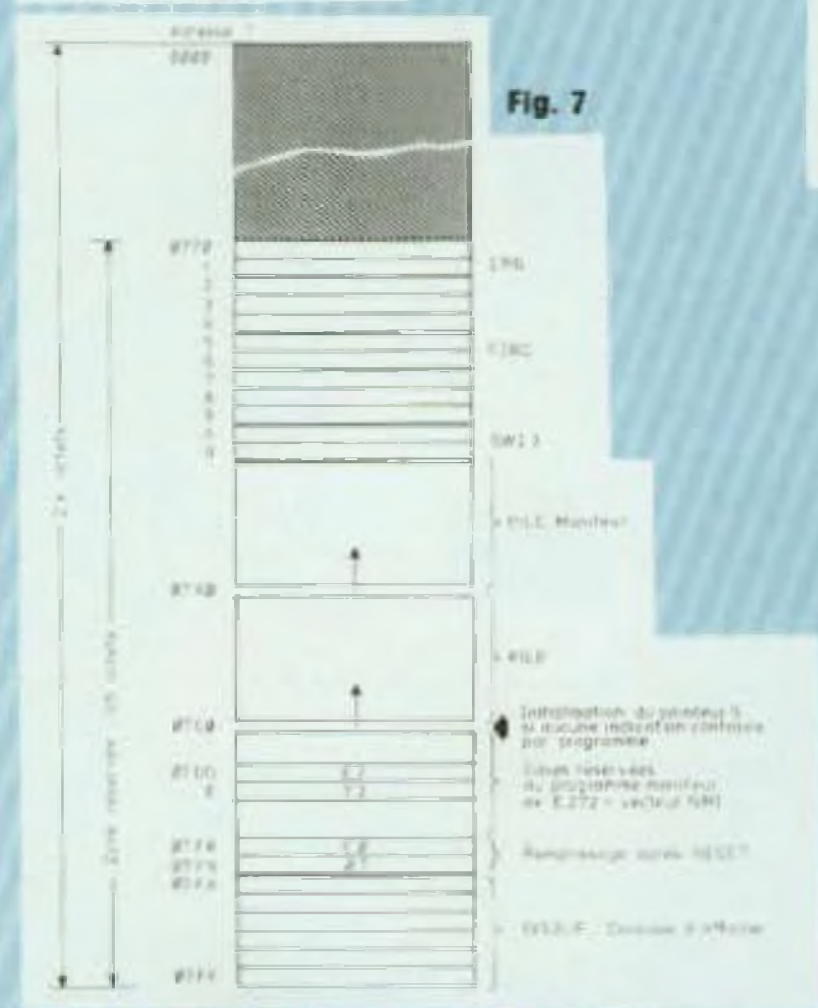

Fig. 7
- Fig. 7 : Plan-mémoire RAM.
La position de cette zone réservée dans la RAM et la répartition des paramètres sont représentées en figure 7. On y remarque que cette zone n'est d'ailleurs pas exclusivement réservée au programme moniteur. D'une part, la pile utilisateur y est située, si le programme-utilisateur ne la place pas ailleurs. D'autre part, le programmeur doit y écrire, au besoin, les adresses de départ des sous-programmes en cas de demandes d'interruption IRQ, FIRO.